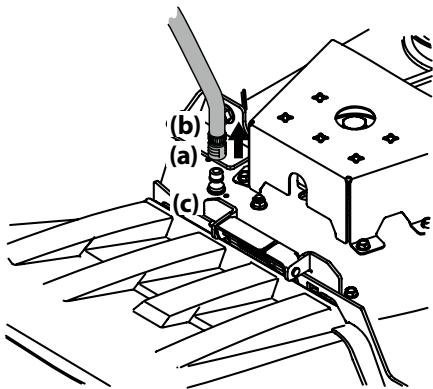

Figura 4-5
- Tire hacia atrás el collarín de ajuste (a) del adaptador del pico (b) y empuje el adaptador del pico (b) hacia uno de los picos de lavado de la plataforma (c) de cualquiera de los dos extremos de la plataforma de corte. Suelte el collarín de ajuste (a) para tratar el adaptador en el pico (b) en el pico de lavado de la plataforma (c). Consulte Figura 4-5.